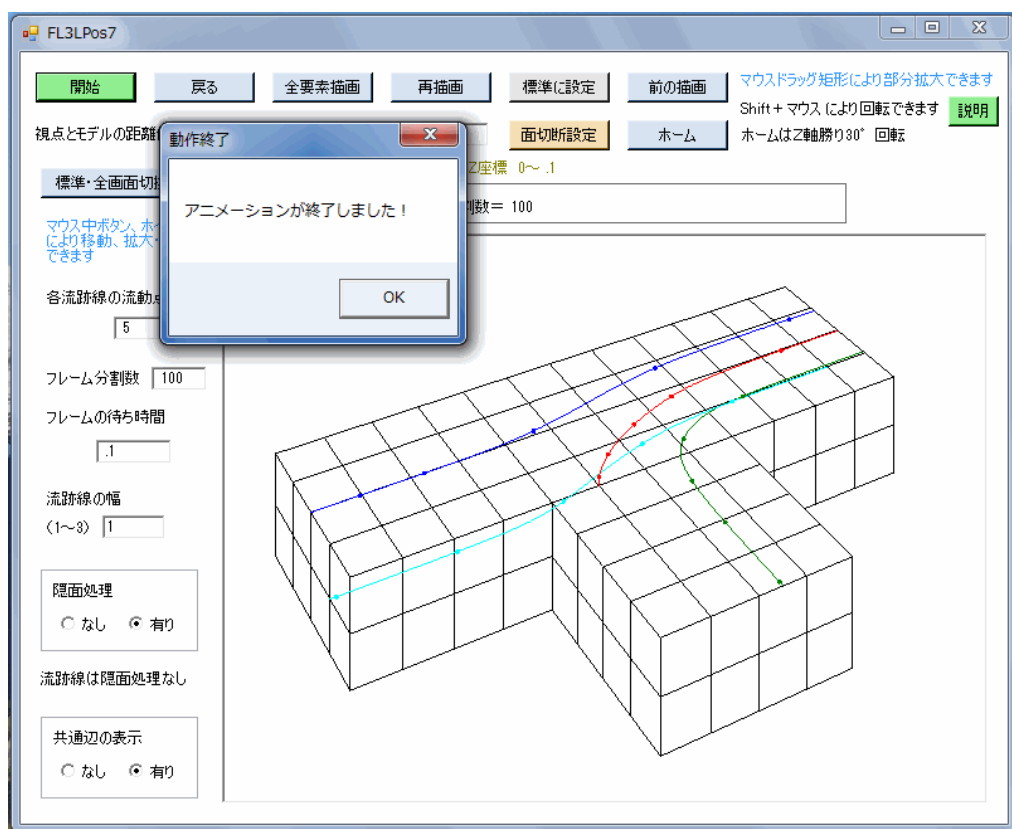

図5-13 アニメーションの終了画面
- ⑥アニメーションが終了すると、図5-13の終了画面となります。同画面の終了確認ダイアログの「OK」ボタンをクリックすると、図5-12の初期画面に戻ります。ただし、流動点の位置はアニメーション終了時のままです。